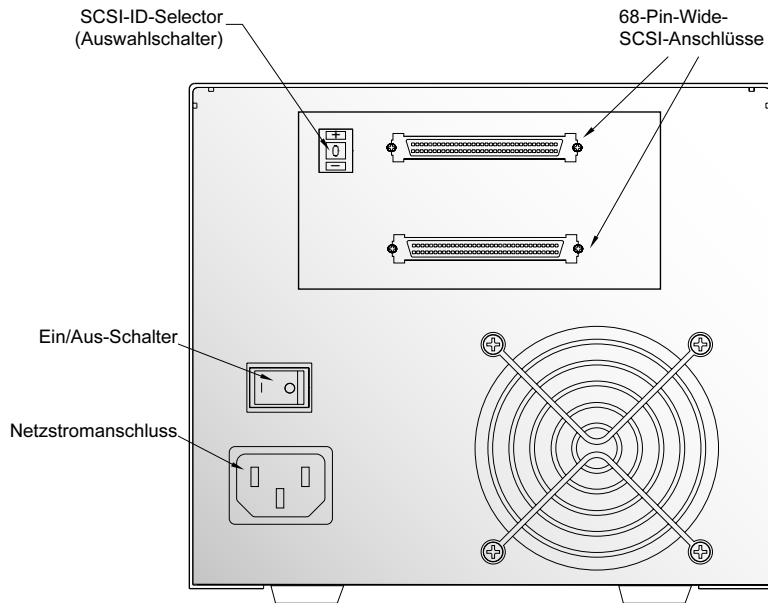

Abbildung 14. Schalter und Anschlüsse auf der Rückseite der Desktop-LTO-1- und LTO-2-Laufwerke
Jedes SCSI-Gerät auf dem Bus muss eine eindeutige SCSI-ID besitzen. Das Desktop-Bandlaufwerk wird mit einer Standard-SCSI-ID von 6 geliefert. Setzen Sie die Laufwerk-ID nie auf 7. Wenn ein anderes SCSI-Gerät in der SCSI-Kette diese ID bereits verwendet, verwenden Sie entweder den Druckschalter auf der Rückseite des Laufwerkes, um die SCSI-ID des Laufwerkes zu ändern (siehe Abbildung 14 auf Seite 30), oder weisen Sie dem anderen SCSI-Gerät eine eindeutige SCSI-ID zu.
Die Desktop-LTO-1- und LTO-2-Laufwerke besitzen zwei abgeschirmte 68-Pin-SCSI-Interface-Anschlüsse (ANSI Alternative 2) auf der rückseitigen Abdeckung (siehe Abbildung 14 auf Seite 30). Diese Anschlüsse bestehen aus zwei Reihen von Bandkontakten, die in Abständen von 2,16 mm (0,085 Zoll) verteilt sind. Beide Anschlüsse können als SCSI-EIN- oder SCSI-AUS-Verbindung verwendet werden. Dadurch können jeder der beiden Anschlüsse verwendet werden, um das Laufwerk an einen Host-Computer oder an ein anderes SCSI-Gerät anzuschließen.
2. Schließen Sie das SCSI-Interface-Kabel an einen der 68-Pin-SCSI-Interface-Anschlüsse auf der Rückseite des Laufwerkes an (siehe Abbildung 14 auf Seite 30).
Schließen Sie das Netzkabel sicher an den Netzanschluss auf der Rückseite des Desktop-LTO-1- oder LTO-2-Laufwerkes an (siehe Abbildung 14 auf Seite 30).